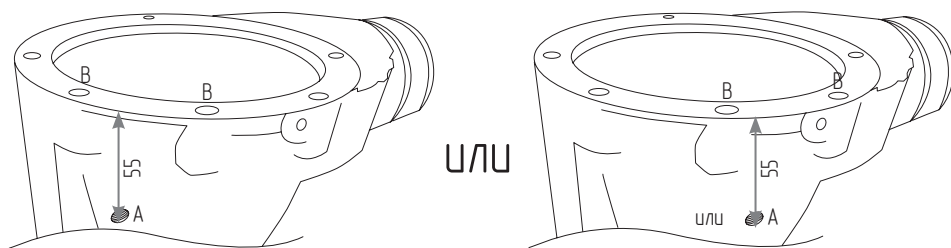

Рис. 2
1. Просверлите сквозное отверстие А диаметром 10,7-10,8 мм в картере (см. раздел **Инструменты**), отступив 55 мм от края картера (Рис. 2) так, чтобы отверстие располагалось посередине между крепежными отверстиями картера В.